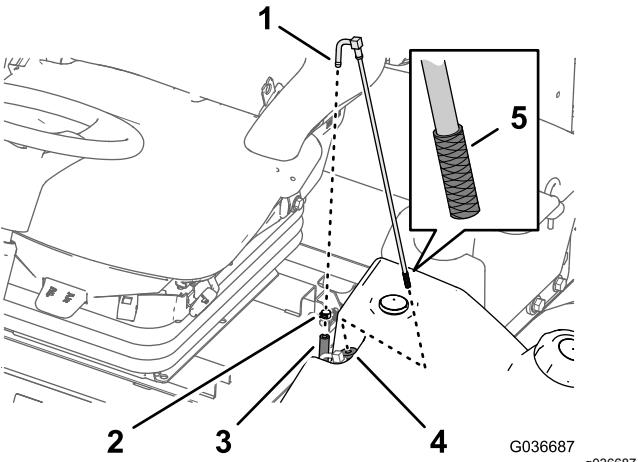

Figura 51
1. Retire a braçadeira de tubos que prende o tubo de alimentação do combustível à união do tubo de recolha de combustível (Figura 51).
2. Separe o tubo da união (Figura 51).
3. Levante o tubo de recolha de combustível do depósito do combustível (Figura 51).
4. Limpe quaisquer detritos no filtro na extremidade do tubo de recolha de combustível (Figura 51).
5. Insira o tubo de recolha de combustível através do casquilho de borracha e no depósito (Figura 51).